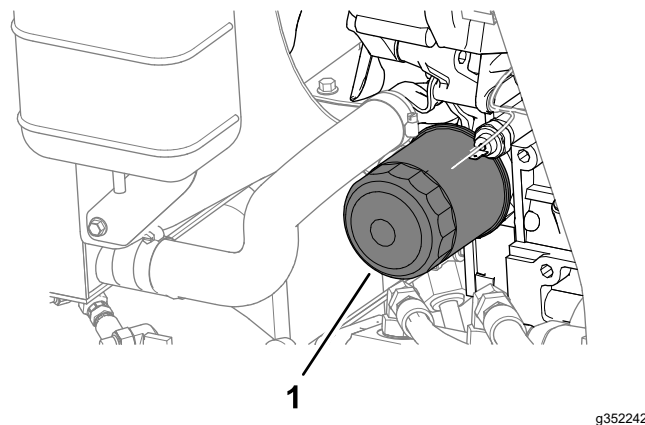

Figura 66
4. Retire o filtro do óleo (Figura 66).